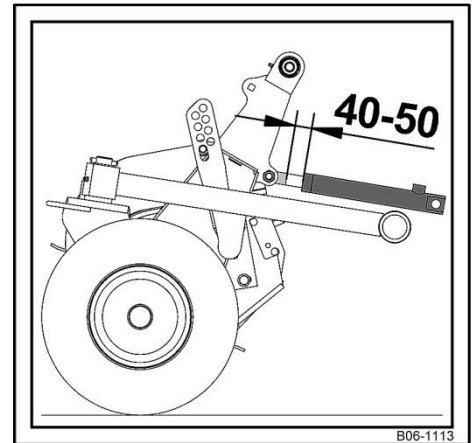

Bild 17: Pick-Up Zylinder
- Anschließend muss das Kontrollmaß der Pick-Up Zylinder, (wie im Bild 17 ersichtlich) überprüft werden und den folgenden Wert aufweisen.